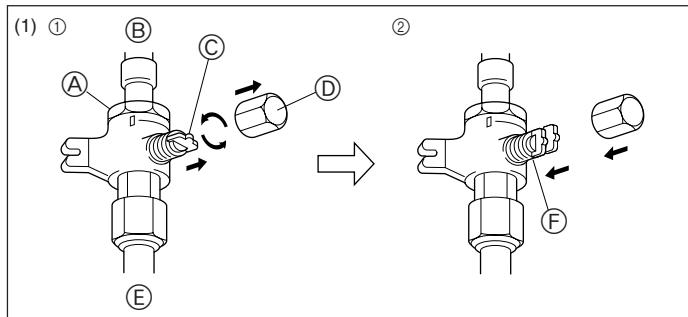
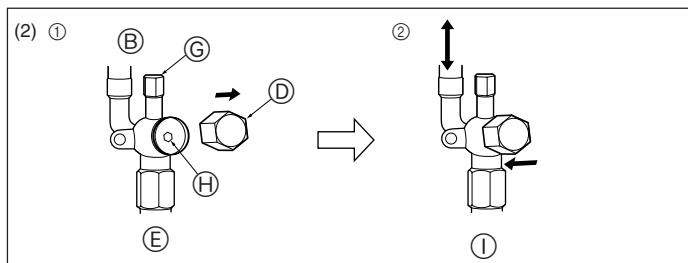

Fig. 4-4
Fig. 4-5
- (1) Lato del gas (Fig. 4-4)
- ① Verwijder de dop, trek het handvat naar u toe en draai dit een kwartslag tegen de klok in om de kraan te openen.
- ② Let erop dat de afsluitkraan geheel open is, druk de hendel in en draai de kap terug naar de oorspronkelijke stand.
- (2) Lato del liquido (Fig. 4-5)
- ① Togliere il cappuccio e girare la barra della valvola in senso antiorario fino a quando va con l'uso di una chiave esagonale da 4 mm. Smettere di girare quando colpisce il fermo. (ø6,35: Circa 4,5 giri) (ø9,52: Circa 10 giri)